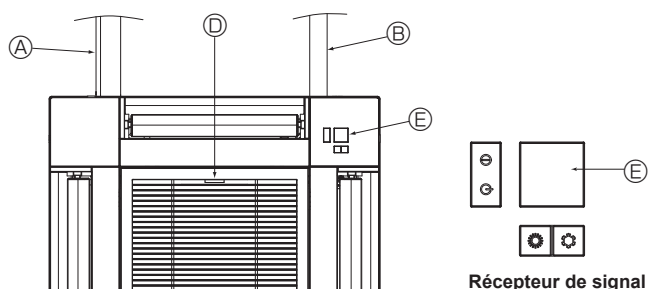

Fig. 10-17
10.6. Installation de la grille d'aspiration (Fig. 10-17)